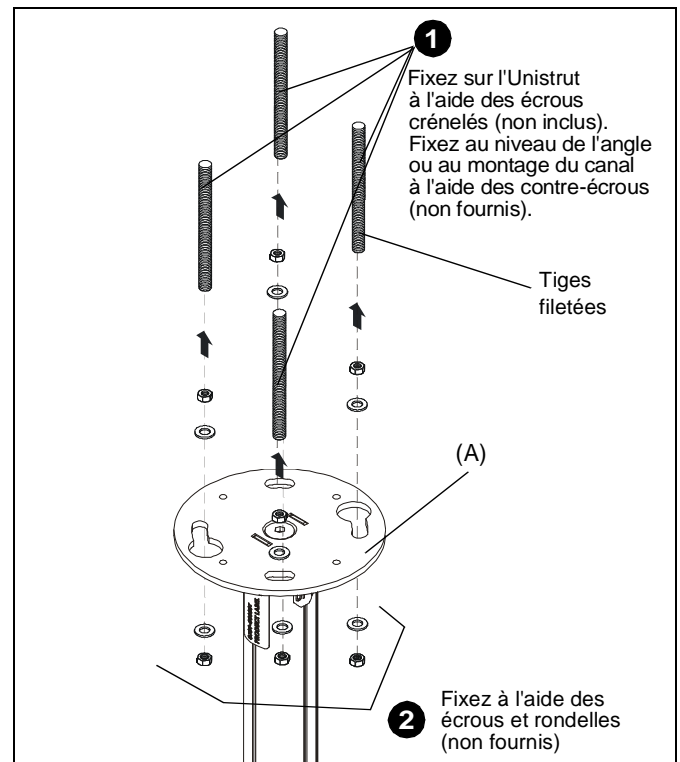

Figure 6
2. Arrimez les tiges filetées au support CPA à l'aide des contre-écrous (non fournis) de 9,5 mm (3/8") et des rondelles (un de chaque à l'intérieur et un de chaque à l'extérieur -- non fournis). (Voir la Figure 6)